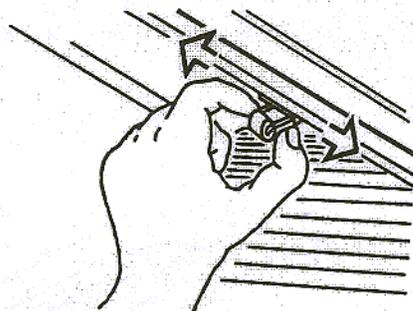

Figura 2-20
3. No los mueva sujetándolos por el rodillo de goma (Figura 2-20).